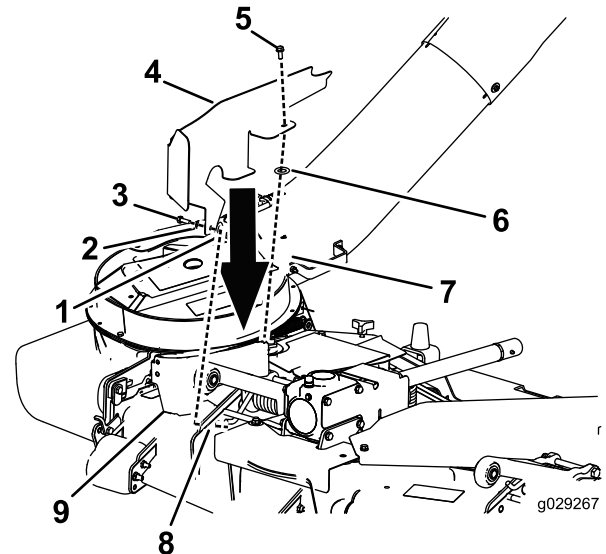

Figura 11
2. **Para los modelos que tienen instalado el sistema recogehierbas:** instale el protector derecho (Figura 11).